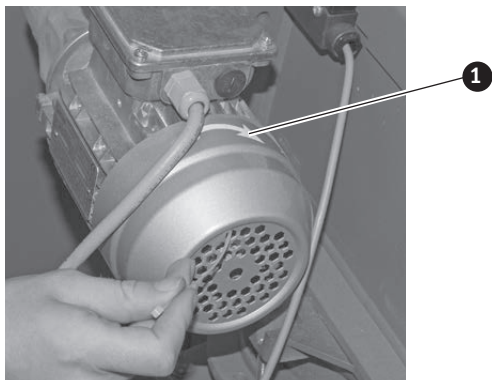

Fig. 261 Drehrichtungskontrolle mittels Kabelbinder beim Lüfterrad
- ▶ Bei allen angeschlossenen RAS-Motoren muss nach dem Anschluss die Drehrichtung kontrolliert werden. Auf den Motoren ist ein Drehrichtungspfeil aufgeklebt. Die Drehrichtung kann am einfachsten durch leichtes Einstecken eines Kabelbinders beim Lüfterrad kontrolliert werden – Fig. 261. Die Motoren können im Aktorentest ein- bzw. ausgeschaltet werden – siehe Bedienungsanleitung PuroWIN InfoWIN Touch.